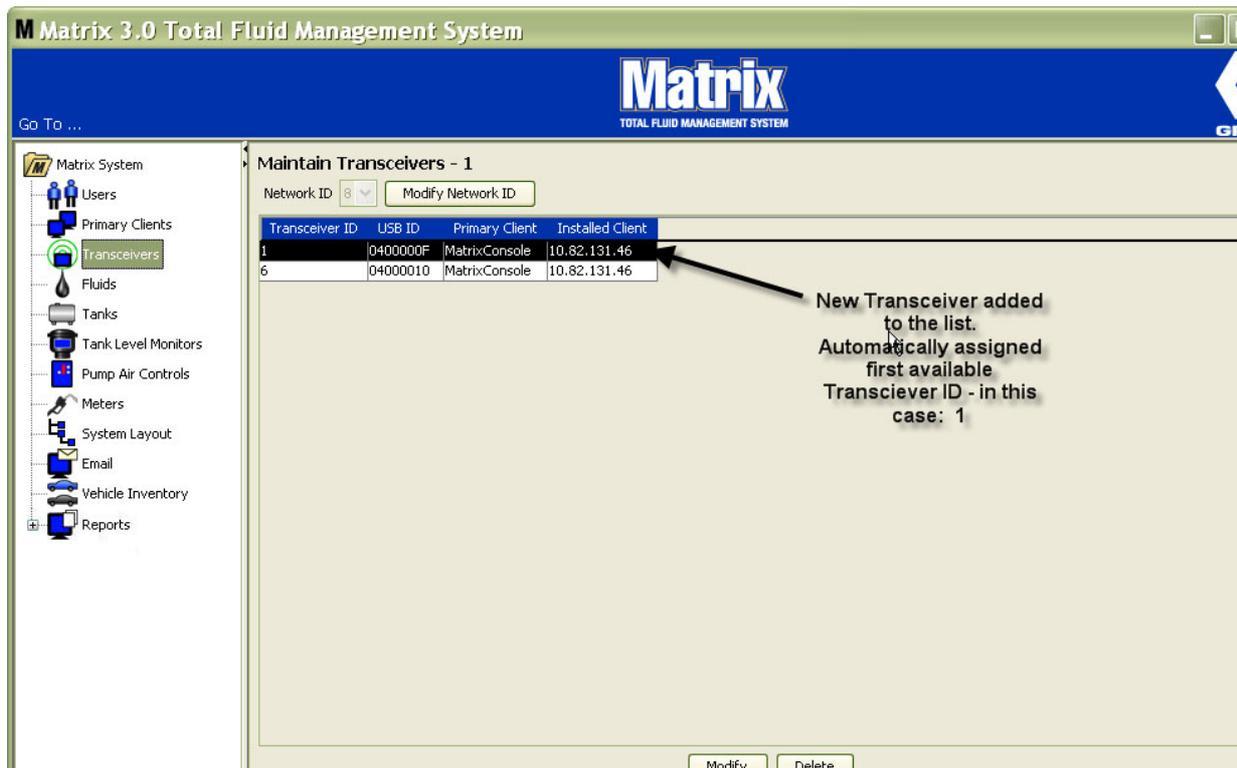

FIG. 86
1. Quando un ricetrasmittitore è connesso alla porta USB del PC, è automaticamente aggiunto alla parte superiore dell'elenco ed è assegnato al primo numero ID ricetrasmittitore disponibile come illustrato nella FIG. 86. Lo scollegamento o spegnimento del ricetrasmittitore non farà sparire il ricetrasmittitore dall'elenco dei ricetrasmittitori, sebbene entrambe le operazioni causeranno l'interruzione immediata della comunicazione mediante quel dispositivo.